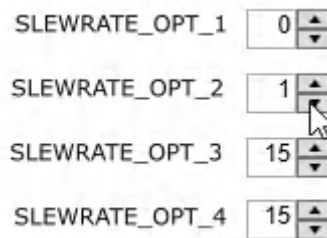

図 4-4. TICS Pro 2 の SLEWRATE\_OPT# の割り当て例
- a. 例えば、最速、2 番目に速い、そして最も遅いスルーレートを希望する場合は、レジスタ SLEWRATE\_OPT# に 0x0、0x1、0xF を割り当てます。SLEWRATE\_OPT1 = 0x0 (最速)、SLEWRATE\_OPT2 = 0x1 (2 番目に速い)、SLEWRATE\_OPT3 = 0xF (最遅) です。SLEWRATE\_OPT4 は必ずしも割り当てる必要はありませんが、複数のレジスタに同じスルーレートを設定したい場合は、SLEWRATE\_OPT4 を前述の 3 つのいずれかの設定に割り当てることができます。この例では、図 4-4 に示すように、SLEWRATE\_OPT4 = 0 x F (最低速) となります。